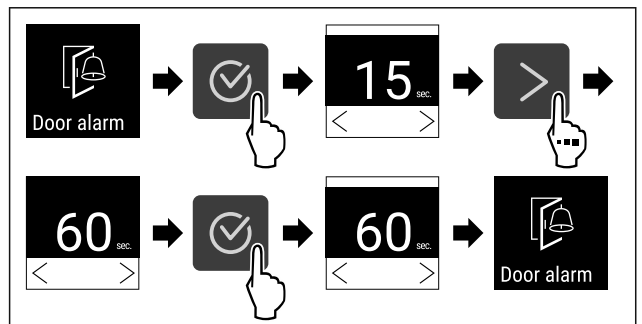

Fig. 88
- ▶ Atlikite veiksmus (žr. Fig. 88) .